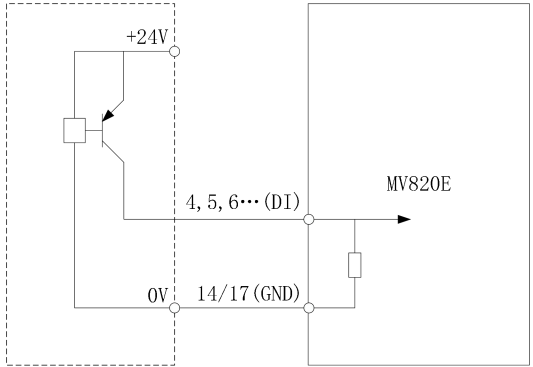

图 4-15 使用外部电源的 PNP 连接方式
③ 使用外部电源，外部控制器为 PNP 型的共发射极输出，接线方式如图 4-15 所示。